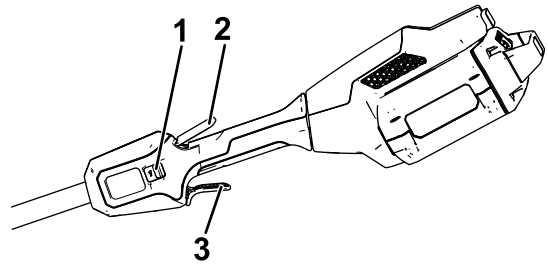

Figure 9
4. Pour mettre la débroussailleuse en marche, appuyez sur la gâchette de verrouillage, puis serrez la gâchette de vitesse variable (Figure 9).